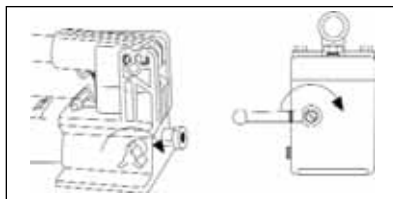

Рисунок 6
- Закройте выпускной клапан, повернув его по часовой стрелке, как показано на рис. 6.